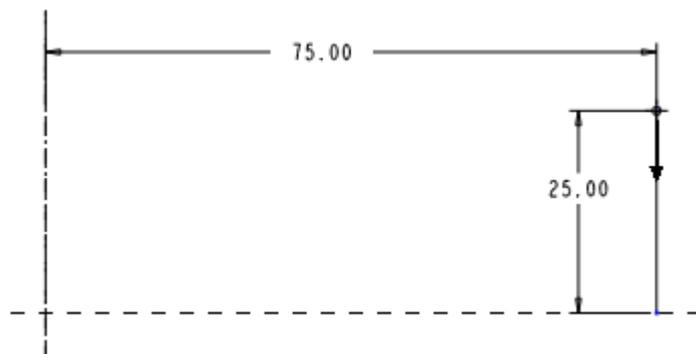

图 60-3
- (2) 接受【属性】菜单中的默认命令【常数】、【穿过轴】、【右手定则】，然后单击【完成】命令。
- (3) 选择 FRONT 基准面作为草绘平面，单击【正向】 【缺省】，进入草绘工作环境。
- (4) 绘制如图 60-3 所示的旋转轴和轮廓线。